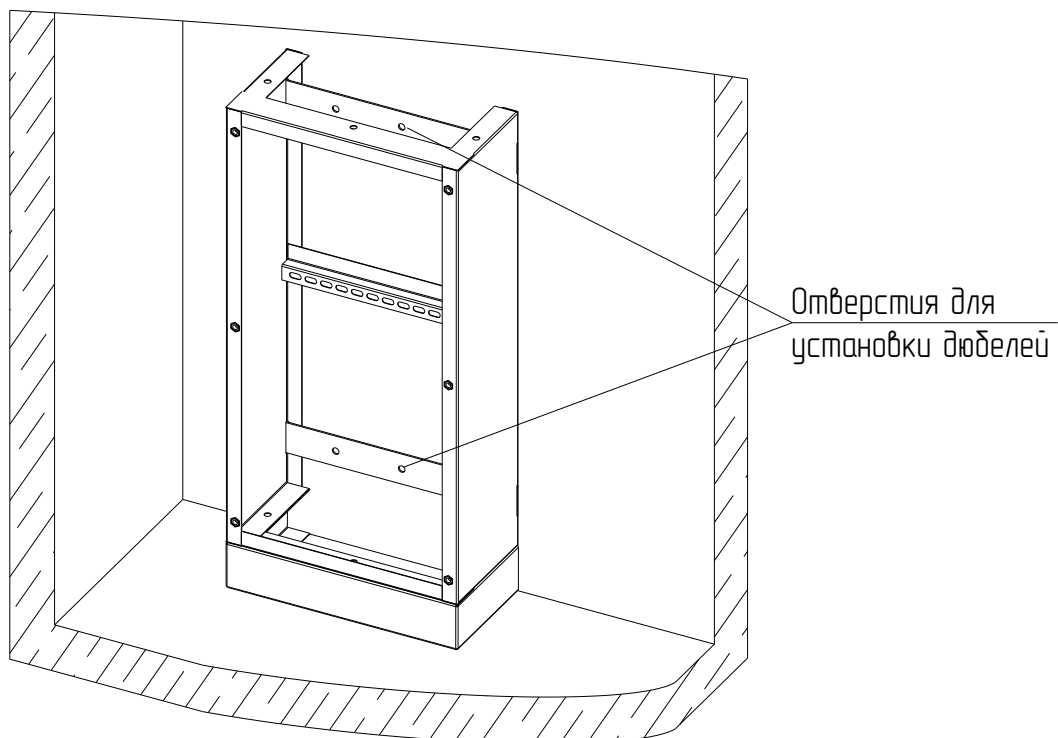

Рисунок 3
2.3 Установите на полу «Короб нижний КЭТ» в месте вертикальной прокладки кабельной линии, прислоните его к стене и прикрепите к стене при помощи дюбелей (рисунок 3).